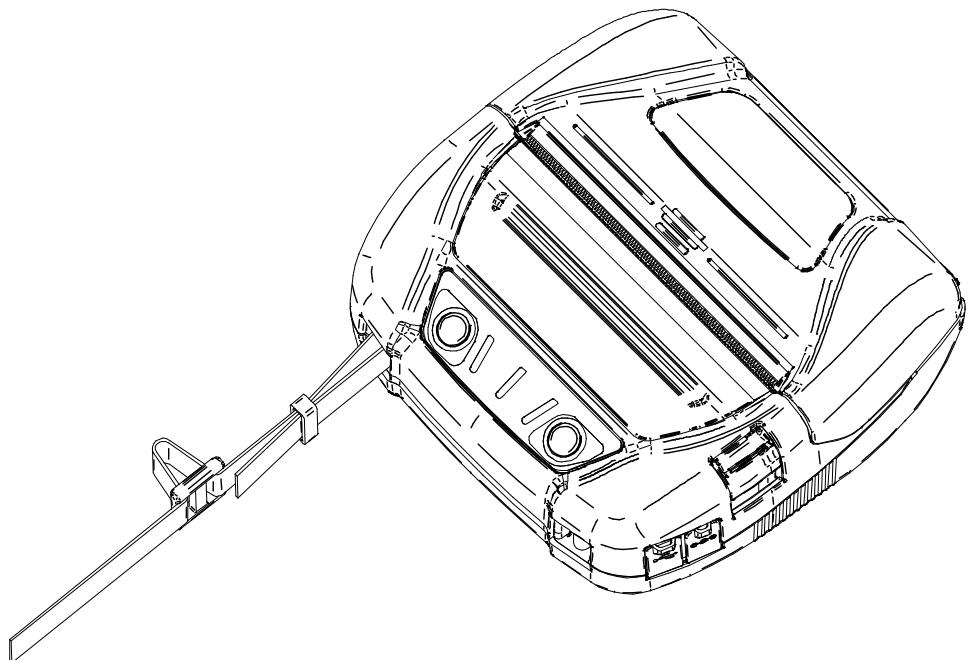

図 14-5 ショルダーストラップの取り付け(2)
- ② 図 14-5のように、折り返したショルダーストラップの先端をリングに通してください。